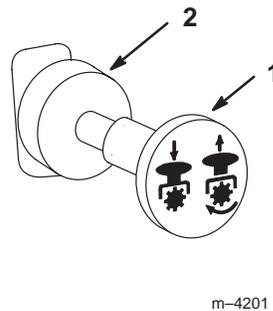

Figure 14
3. Placez la commande de prise de force (PdF) en position **débrayée** (Fig. 14).